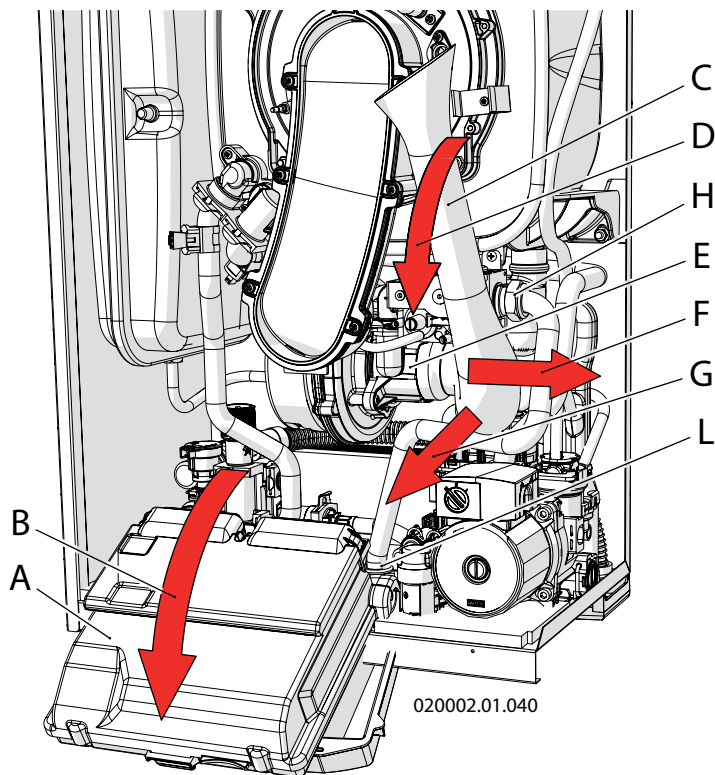

Figura 6.2 - Smontaggio collettore aria
- 13 - Togliere il collettore aria avendo cura di ruotarlo esternamente, quindi sfilarlo dall'imbocco del ventilatore (vedi figura 6.2, particolare "C");
- 15 - Smontare il tubo di ingresso del gas tramite i due raccordi (vedi Figura 6.2, particolari "H" e "L")
20 - Rimontare il tubo di alimentazione gas tramite i due raccordi (vedi Figura 6.2, particolari "H" e "L");
21 - Rimontare il collettore aria (vedi Figura 6.2, particolare "C");